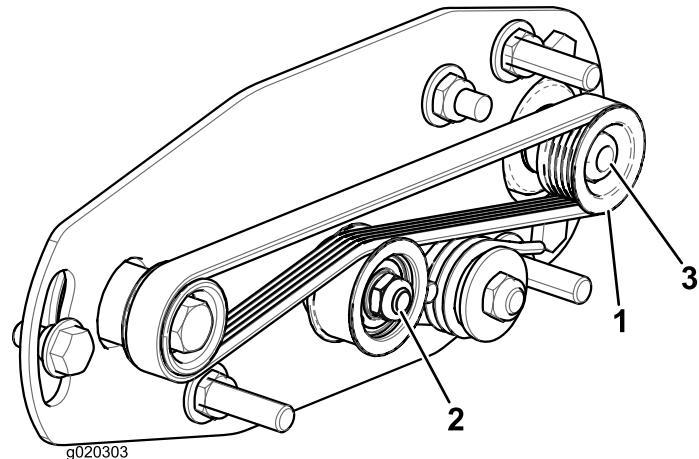
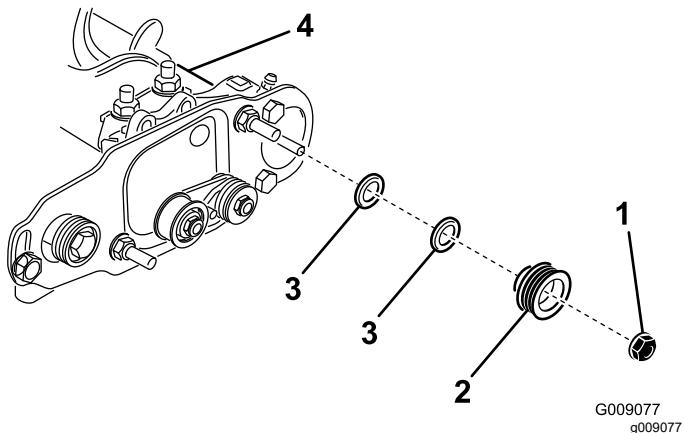

Figure 22
Figure 23
1. La poulie menée (au niveau de l'arbre de la brosse) peut bouger vers l'intérieur ou l'extérieur (Figure 22).
2. Tout en tournant le cylindre, ce qui entraîne la poulie d'entraînement, déchaussez la courroie de la poulie (Figure 22).
3. Retirez le contre-écrou qui fixe la poulie menée à l'arbre de la brosse (Figure 22 ou Figure 23).
- Déposez la poulie menée de l'arbre (Figure 23).
- S'il est nécessaire de déplacer la poulie vers l'extérieur, ajoutez une rondelle de 0,8 mm d'épaisseur (Figure 23).